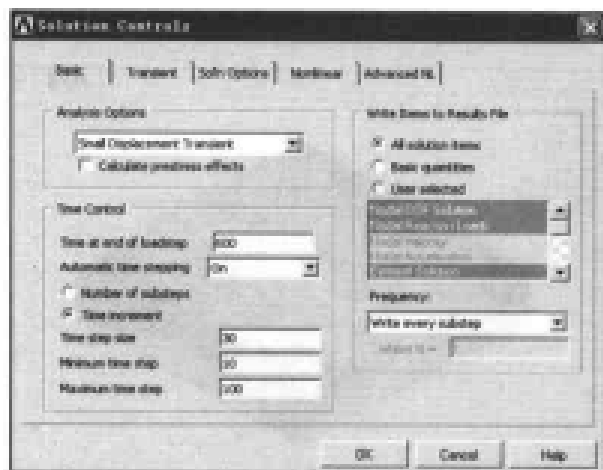
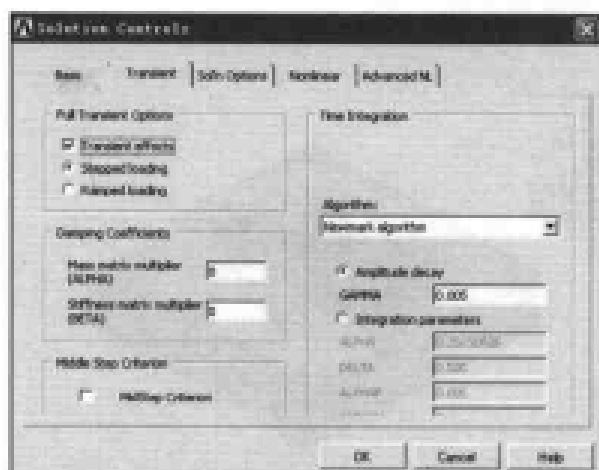

图 13-87 求解控制基本选项设置对话框
图 13-88 求解控制瞬态选项设置对话框
(3) 选择 Main Menu | Solution | Analysis Type | Sol'n Controls 命令，出现 Solution Controls 对话框，选择 Basic 选项卡，参照图 13-87 对其进行设置；选择 Transient 选项卡，参照图 13-88 对其进行设置，单击 OK 按钮关闭该对话框。
(4) 选择 Main Menu | Solution | Define Loads | Apply | Structural | Temperature | Uniform Temp 命令，出现 Uniform Temperature 对话框，在 [TUNIF] Uniform temperature 文本框中输入 800，单击 OK 按钮关闭该对话框。
(5) 选择 Utility Menu | Select | Entities 命令，出现 Select Entities 对话框，在第 1 个下拉列表框中选择 Areas 选项，在第 2 个下拉列表框中选择 By Num/Pick 选项，在第 3 个选项组中选 Unselect 单选按钮，单击 OK 按钮，出现 Unselect areas 菜单，在文本框中输入 6, 13，单击 OK 按钮关闭该菜单。
(6) 选择 Utility Menu | Select | Entities 命令，出现 Select Entities 对话框，在第 1 个下